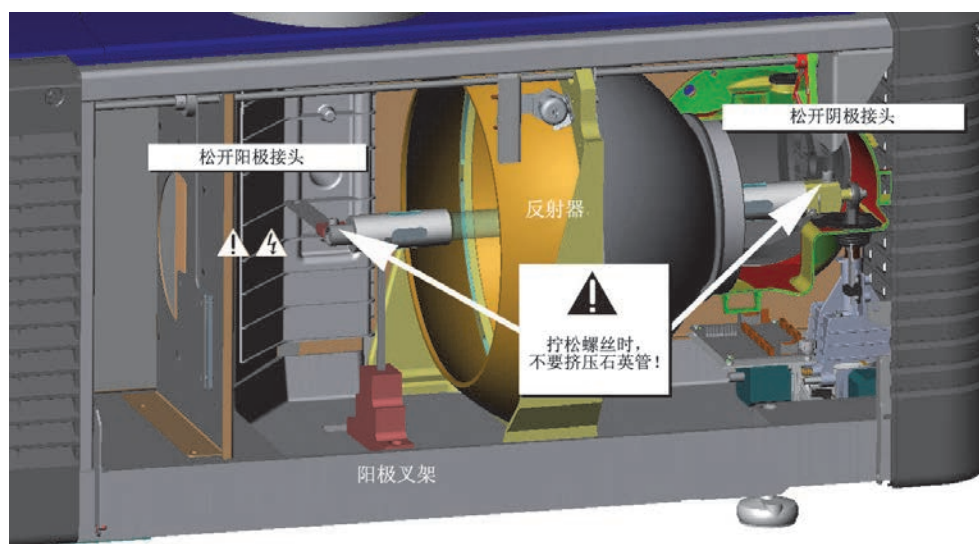

图 4-1 取下旧灯泡
- b. 松开灯泡负极 / 阴极和正极 / 阳极接头上的固定螺丝。确保使用最小扭矩，而且不要压迫石英管。(图 4-1)。